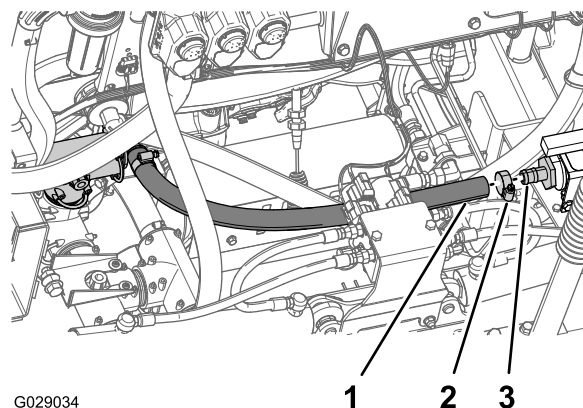

Figura 42
3. Monte a extremidade livre do tubo de transferência por cima da união roscada reta no lado interior da válvula de esfera (Figura 42).
4. Fixe o tubo à união roscada com uma braçadeira de tubos (Figura 42).